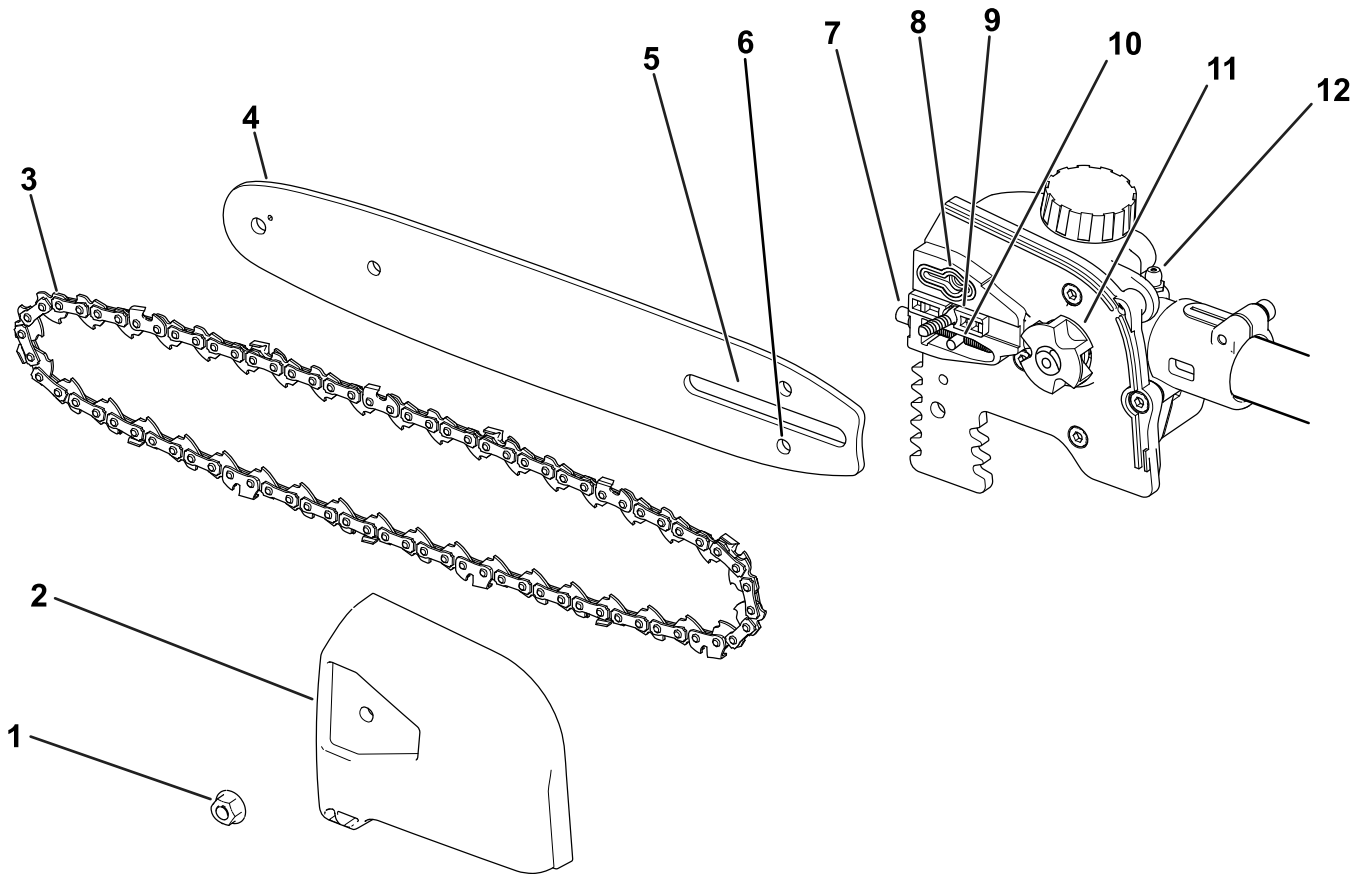

Figure 3
2. Déposez le couvercle latéral; tournez la vis de l'étui du guide-chaîne dans le sens antihoraire jusqu'à ce que la vis puisse être retirée, puis déposez le couvercle latéral (Figure 3).
5. Placez la boucle ouverte de la chaîne (le côté qui n'est pas sur le guide) autour du pignon d'entraînement de l'élagueuse (Figure 3).
**Important:** Vérifiez que le goujon de réglage de la chaîne est bien inséré dans la fente correspondante sur le guide-chaîne (**Figure 3**).